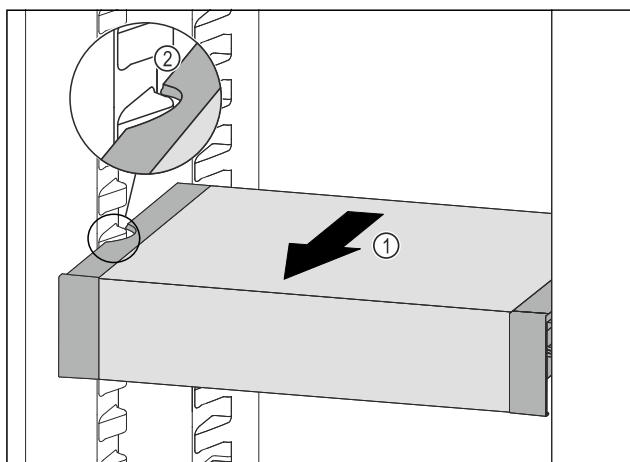

Fig. 111
- Táhněte VarioSafe dopředu Fig. 111 (1), dokud nebudou boční vybrání VarioSafe na úrovni žebrování na nádoby v chladničce. Fig. 111 (2)